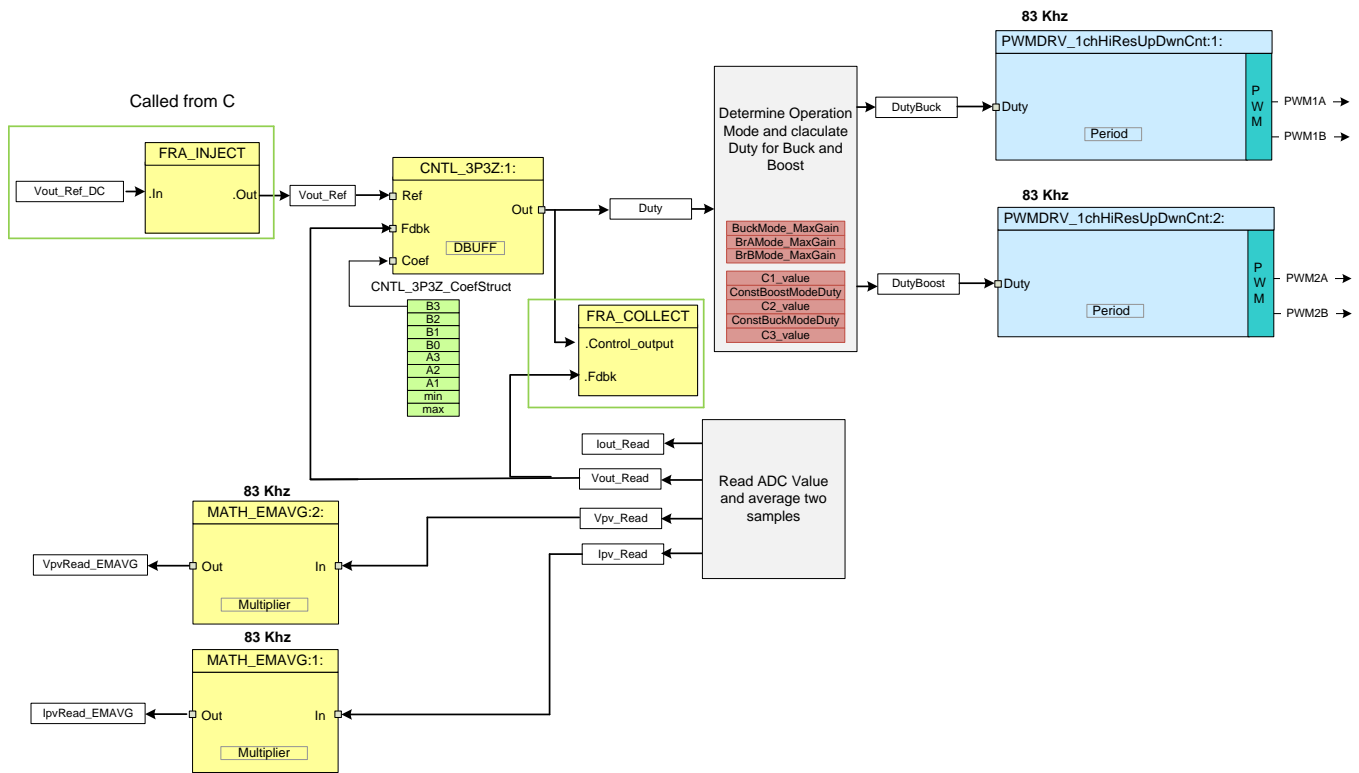

图 7. 直流-直流输出电压控制
3. 反向电压控制 (图 7)
DC-DC模块的开关频率相当高，为 250kHz。直流-直流的控制 ISR 有一部分用优化的汇编函数中实现，这些函数称为 C ISR。项目中，每三个开关周期调用一次直流-直流 ISR (DPL\_ISR\_wFRA())。图 7 给出了直流-直流级的软件框图，其中使用了数字电源库中的优化模块并且用 C 语言编写 SFRA 程序。
注意图 7 中软件模块的颜色编码。深蓝色模块代表 C2000 控制器中的硬件模块。蓝色模块代表这些硬件模块的软件驱动。黄色模块为控制环路的控制器模块。
以下代码段表示为实现直流-直流 MPPT 控制软件而使用的数字电源库中不同模块之间的 I/O 连接。此代码与图 7 所示控制框图直接相关。